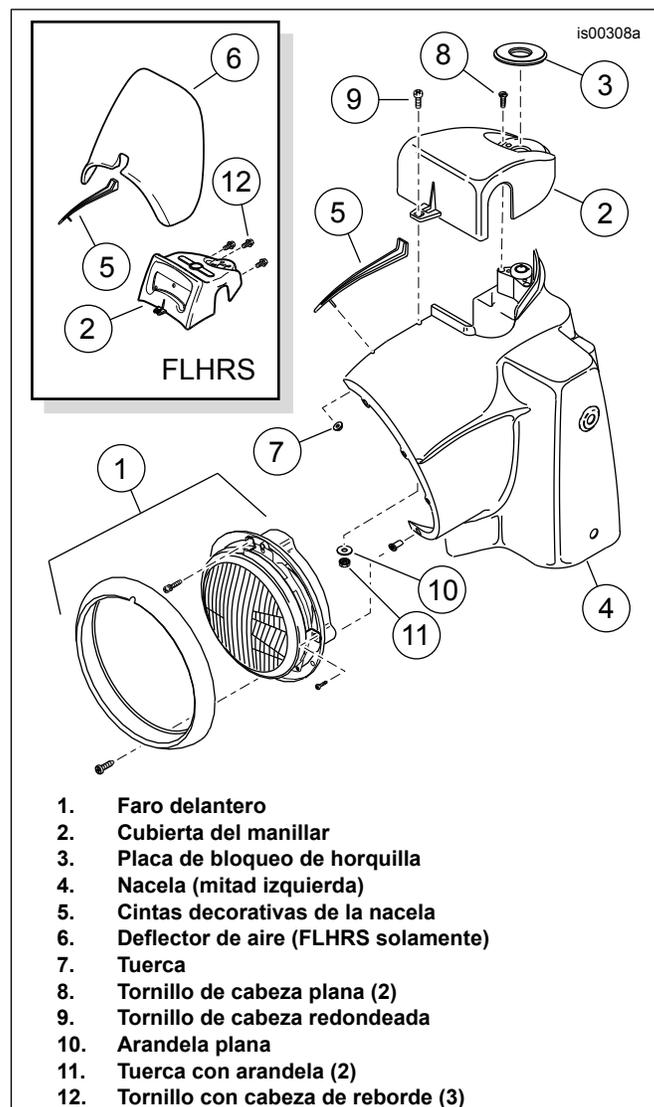

Figura 3. Nacela, faro y cubierta del manillar (se muestra FLHR)
14. **Para TODOS los modelos Road King:** Vea Figura 3 . Dentro de la nacela del faro delantero (4), retire la tuerca de reborde (7) para quitar la cinta decorativa (5) que está en la parte superior de la nacela.